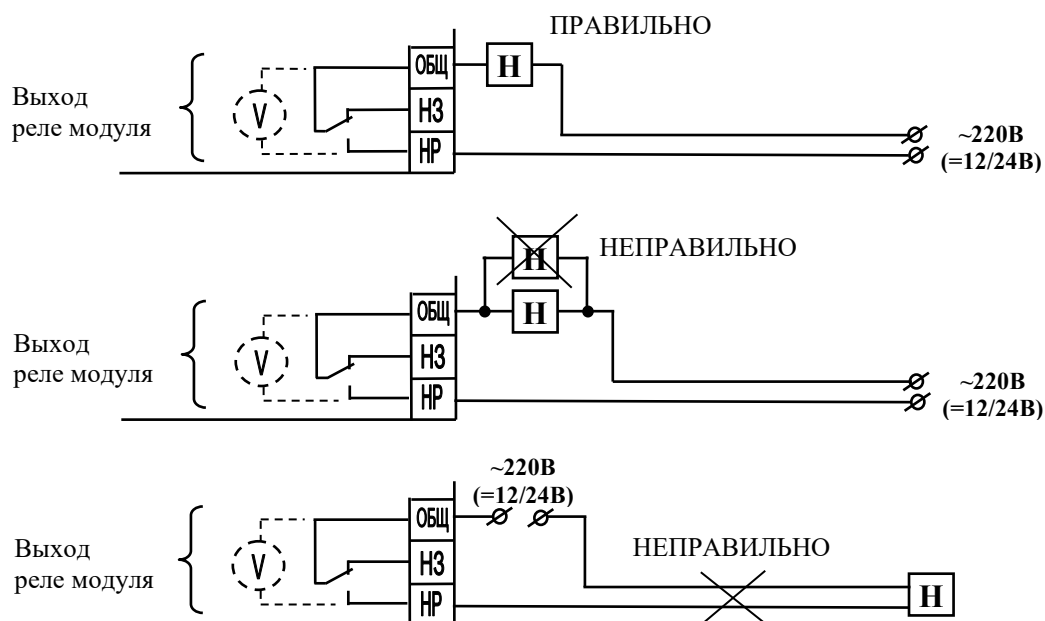

Рис.4. Особенности схемы подключения нормально-выключенной нагрузки к МАКС-У4.
1.10. При необходимости использования реле в режиме сухого контакта существует возможность полного отключения схемы контроля от контактов реле, для этого на обратной стороне платы существуют джамперы позволяющие полностью отключить контрольные цепи от клемм реле (см рис.4). Такой режим может применяться для управления сторонними системами, например передача сигнала на контроллер управления лифтом. Для отключения схемы контроля от контактов реле джампер удалить. Извлечение платы из корпуса и удаление джамперов производить строго при отключенном питании нагрузки.
3. Извлечение платы из корпуса и удаление джамперов указанных на рис.4 производить при отключенном напряжении нагрузки.
2.1.4. На рис.4 показаны наиболее часто встречающиеся ошибки подключения нормально-выключенной нагрузки к контактам модуля. На рисунке представлен также принцип контроля цепи управления, который условно может быть представлен как вольтметр, измеряющий напряжение между клеммами ОБЩ и НР.
Как демонстрирует рис.4, модуль обеспечивает контроль исправности цепи только одной подключенной нагрузки – обрыв цепи второй нагрузки обнаружен не будет.
При этом для эффективного контроля исправности нагрузки и цепи управления рекомендуется устанавливать модуль вблизи нагрузки. При работе с удаленной нагрузкой, как показано на рис.4, короткое замыкание в проводах, питающих нагрузку, обнаружено не будет.